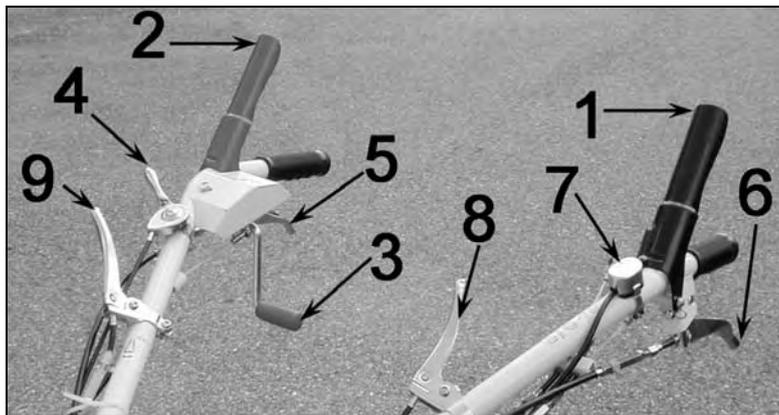

Figura 8
- Abbassare verso il manubrio la leva di sicurezza della frizione rotore (2 Figura 8), quindi sollevare gradualmente la leva frizione rotore (3 Figura 8) per mettere in tensione la cinghia e trasmettere potenza al rotore lame.
Abbassare verso il manubrio la leva della frizione avanzamento (1 Figura 8), per iniziare il lavoro . La giusta velocità di taglio dipende dall'altezza, densità e consistenza dell'erba da tagliare. Generalmente la velocità di lavoro è compresa tra 2,5 and 6 Km/h. L'erba alta richiede una velocità di lavoro più ridotta, mentre l'erba bassa consente una maggiore velocità di lavoro.
- Rilasciare le leve della frizione avanzamento (1, Figura 8) e della frizione lama (2, Figura 8).
- Riportare il comando dell'acceleratore (4, Figura 8) al minimo e lasciare girare il motore per farlo raffreddare un po'.
- Spostare il comando dell'interruttore arresto motore (7, Figura 8) su "OFF" per spegnere il motore.